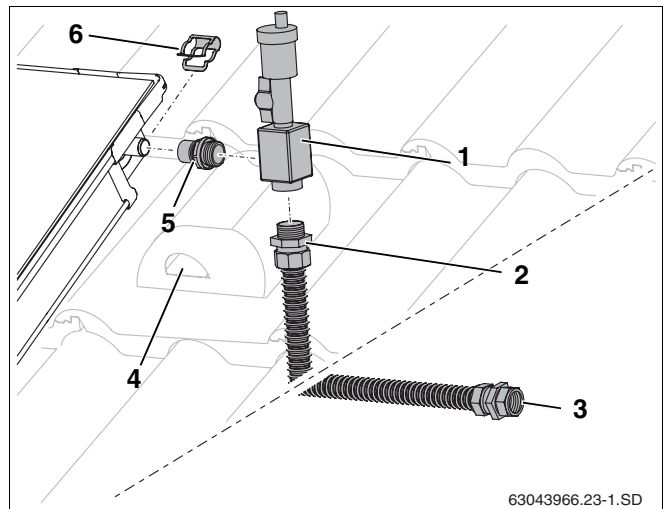

Fig. 57 Montaje del purgador
- ▶ Enrosque firmemente el casquillo (fig. 57, **pos. 5**) y el tubo de conexión (fig. 57, **pos. 2**) en el acumulador de aire (junta tórica).
- ▶ Coloque el acumulador de aire (fig. 57, **pos. 1**) con el casquillo en la conexión del colector y asegúrelo con una abrazadera (fig. 57, **pos. 6**).
- ▶ Introduzca el tubo de conexión junto con el cable de la sonda a través de la teja de ventilación (fig. 57, **pos. 4**) y del aislamiento del tejado.
- ▶ Conecte el tubo colector a la rosca de conexión (fig. 57, **pos. 3**).